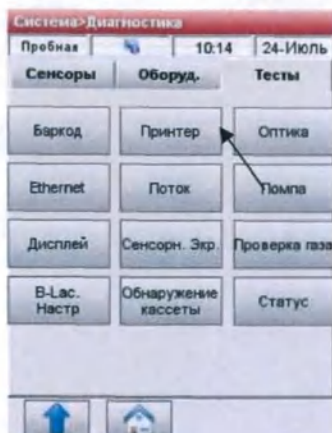

Рис.8-15 Тест принтера
- Нажмите <Принтер>, чтобы начать тестирование (Рис.8-15).